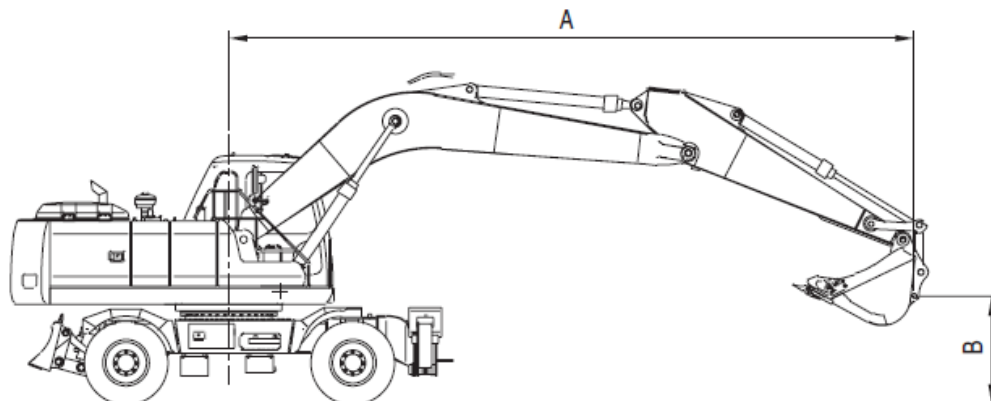

**Рис. 40**
**ЗАПРЕЩАЕТСЯ** поднимать или держать груз, превышающий показатели номинальной грузоподъемности для конкретных расстояний (от осевой линии вращения машины и высоты – см. "радиус подъема" и "высота подъема" на приведенном для справки рис. 40).
Вес грузоподъемных строп и дополнительного подъемного оборудования (и/или разница между весом любого навесного оборудования тяжелее, чем предусмотрено стандартной конфигурацией) должны вычитаться из показателя номинальной грузоподъемности для определения допустимого чистого веса поднимаемого груза. Точка подъема должна находиться на задней стороне ковша, как показано на рис. 40.